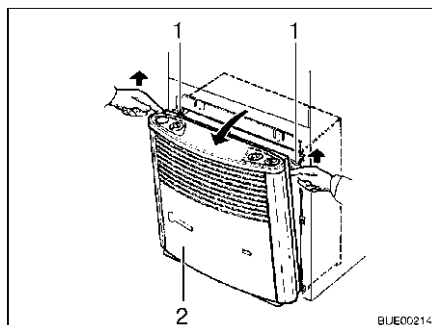

Fig. 85 Rimozione della copertura del riscaldamento
- Rimuovere la copertura del riscaldamento (Fig. 85,2). Tirare verso l'alto, in avanti la copertura, spingere verso l'alto le molle di sostegno (Fig. 85,1) e ribaltare la copertura in avanti.